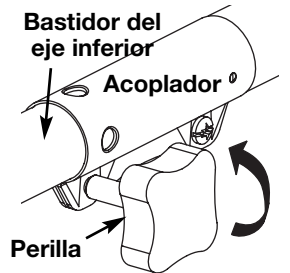

Fig. 20
2. De vuelta a la perilla a la izquierda para aflojar el acoplador (Fig. 20).
2. Gire la perilla en sentido antihorario para aflojarla (Fig. 20).